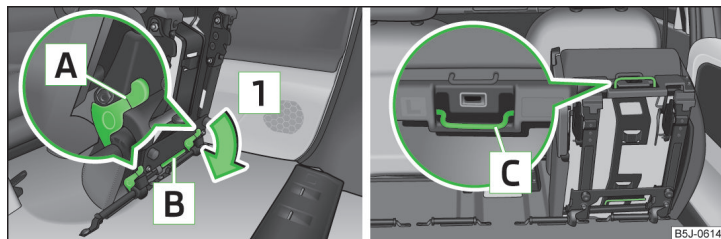

Fig. 59 Bloccare il sedile ribaltato in avanti/Impugnatura sul cuscino del sedile
- Sbloccare il sedile ribaltato premendo i bloccaggi del sedile **A** » fig. 59 nella direzione indicata dalla freccia **1**.
- Ripiegare in avanti il sedile esterno » pagina 73, *Ribaltamento del sedile e ribaltamento completo del sedile* e sbloccarlo » fig. 59 a pagina 74.